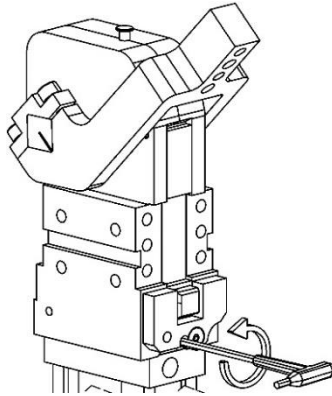

Imagen 2
- Desatornille el tornillo de cabeza hueca M5 debajo del sensor inductivo; (Imagen 2)